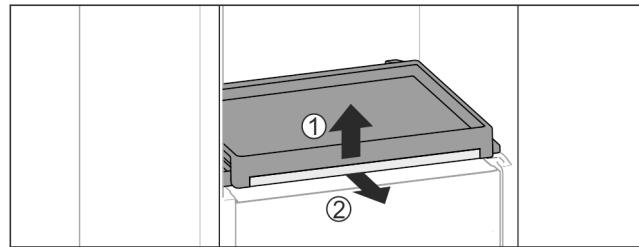

Fig. 31
- Выньте выдвижную панель со стеклянной панелью: Слегка приподнимите спереди стеклянную полку Fig. 31 (1) и потяните вперед Fig. 31 (2).